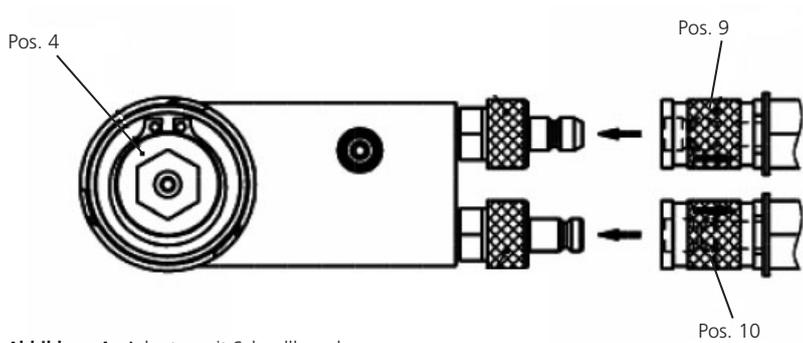

Abbildung 4: Adapter mit Schnellkupplungen
- › Saug- und Rücklaufschlauch (DN 6, schwarze Farbe) mit den Schnellkupplungen (Pos.9 und Pos.10) am Adapter (Pos.4) verbinden (siehe Abbildung 4).